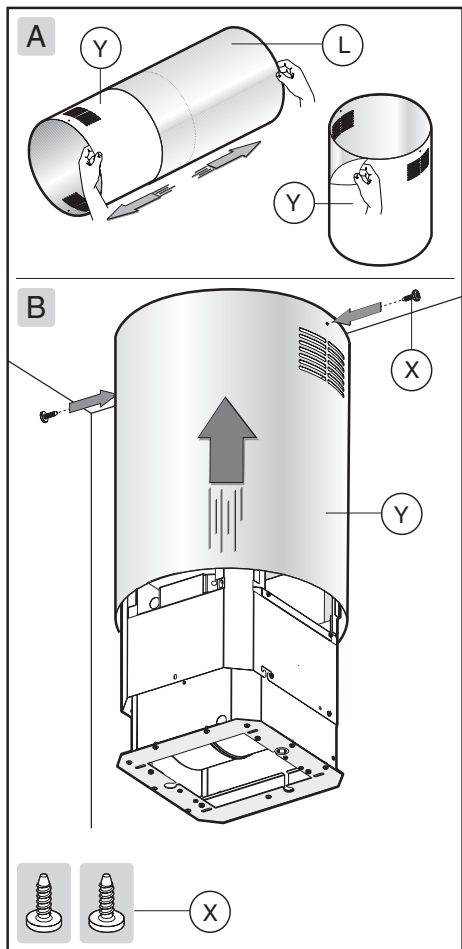

Fig.10
Выньте камин из упаковки (рис.10А) и отделите верхний камин **Y** от нижнего **L**.
- Возьмите верхний камин **Y** и закрепите его к корпусу с помощью 2 болтов **X** (Рис.10 В).